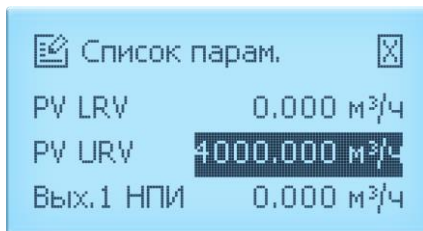
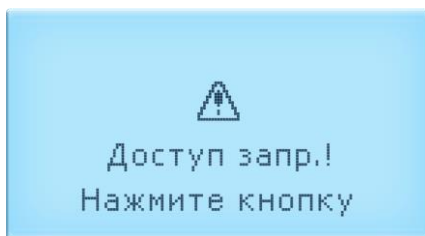
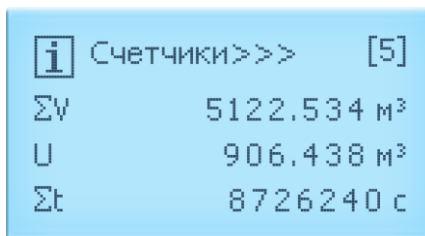

Рисунок 2.9 – Меню ЭЛЕМЕР-РЭМ-2 с ВПР-02Н
Рисунок 2.12
Рисунок 2.16 – Экран № 5 «Счетчики»
- нажать кнопку «↶». На индикаторе ЭЛЕМЕР-РЭМ-2 появится окно «Список парам.», в котором возможен просмотр значений параметров конфигурации (рисунок 2.9).
Если пароль набран неправильно, то на индикаторе появится сообщение «Доступ запр.! Нажмите кнопку» (рисунок 2.12). После нажатия любой кнопки произойдет возврат к окну «Список парам.» (рисунок 2.9).
2.4.2.3 Для возврата к экрану № 8 «Настройки» из окна «Список парам.» (рисунок 2.9)
- ↩ - подтверждение выбранного значения с последующим переходом к окну «Список парам.» (рисунок 2.9).
Для возврата к окну «Список парам.» (рисунок 2.9) без сохранения изменений:
↩ - подтверждение ввода с последующим переходом к окну «Список парам.» (рисунок 2.9);
X - возврат к окну «Список парам.» (рисунок 2.9) без сохранения изменений.
2.4.7.1 При выборе экрана №5 «Счетчики» (рисунок 2.16) возможен просмотр и переход к сбросу пользовательских счетчиков:
2.4.7.4 Если пароль набран неправильно, то на индикаторе появится сообщение «Доступ запр.! Нажмите кнопку» (рисунок 2.12). После нажатия любой кнопки произойдет возврат к экрану № 5 «Счетчики» (рисунок 2.16).